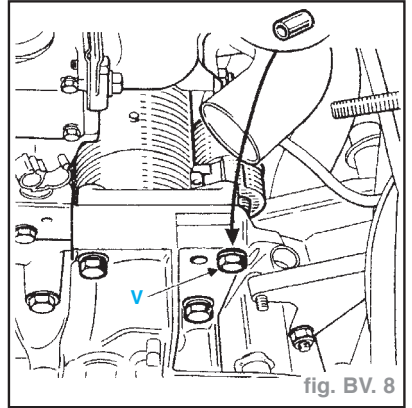

fig. BV. 8
Attention : Placer correctement la vis (V) et la douille de centrage du démarreur (fig. BV. 8).